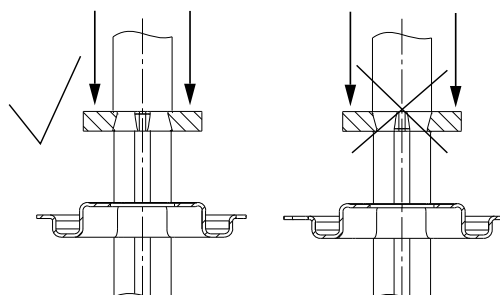

Рис. 6 Монтаж стопорного кольца
5. Установить фиксатор (поз. 111) и стопорное кольцо (поз. 111a). См. рис. 6.